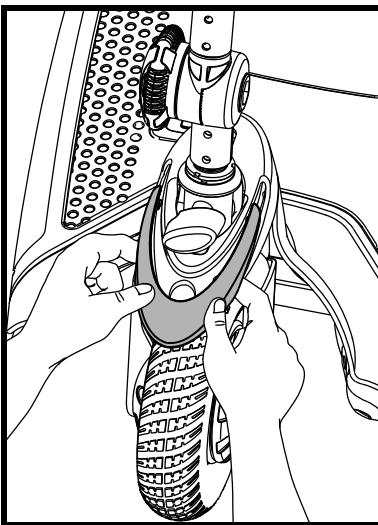

Abb. 10. Vorderes Schutzblech
2. Drücken Sie durch diese Löcher, um das jeweilige Teil von dem Elektromobil zu lösen. **Siehe Abb. 10, 10A, 11 und 12.**
HINWEIS: Überzeugen Sie sich beim Einbau des vorderen Schutzbleches davon, dass die Lasche am unteren Ende der Blende in die entsprechende Öffnung passt, bevor Sie die Blende eindrücken und sichern. Siehe Abb. 10.